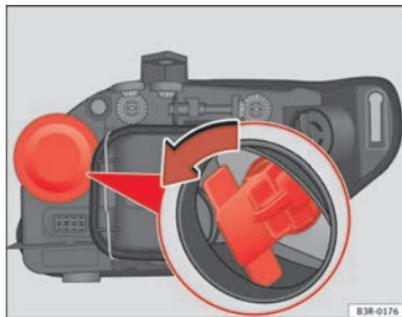

Fig. 205 Lámpara luz intermitente
- Extraiga el portalámparas asíéndolo por la empuñadura y girando en el sentido contrario de las agujas del reloj ⇒ fig. 205.